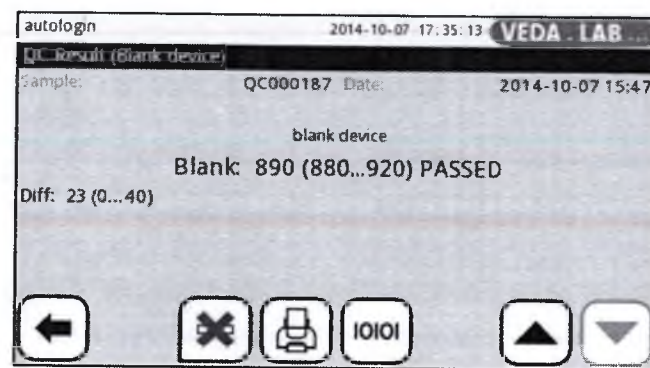

Рис. 37: Меню Результаты КК (QC Result).
В меню **База данных КК (QC Database)** коснитесь кнопки **Просмотр** 5 на Рис. 35). Появится окно меню **Результат КК (QC result)** (см. Рис. 37), отображающее список всех данных в выбранной записи результата КК.
- Коснитесь кнопки **Просмотр** (5 на Рис. 35), а затем в появившемся окне меню **Результат КК (QC result)** коснитесь кнопки  (**Удалить**) см. Рис. 37).